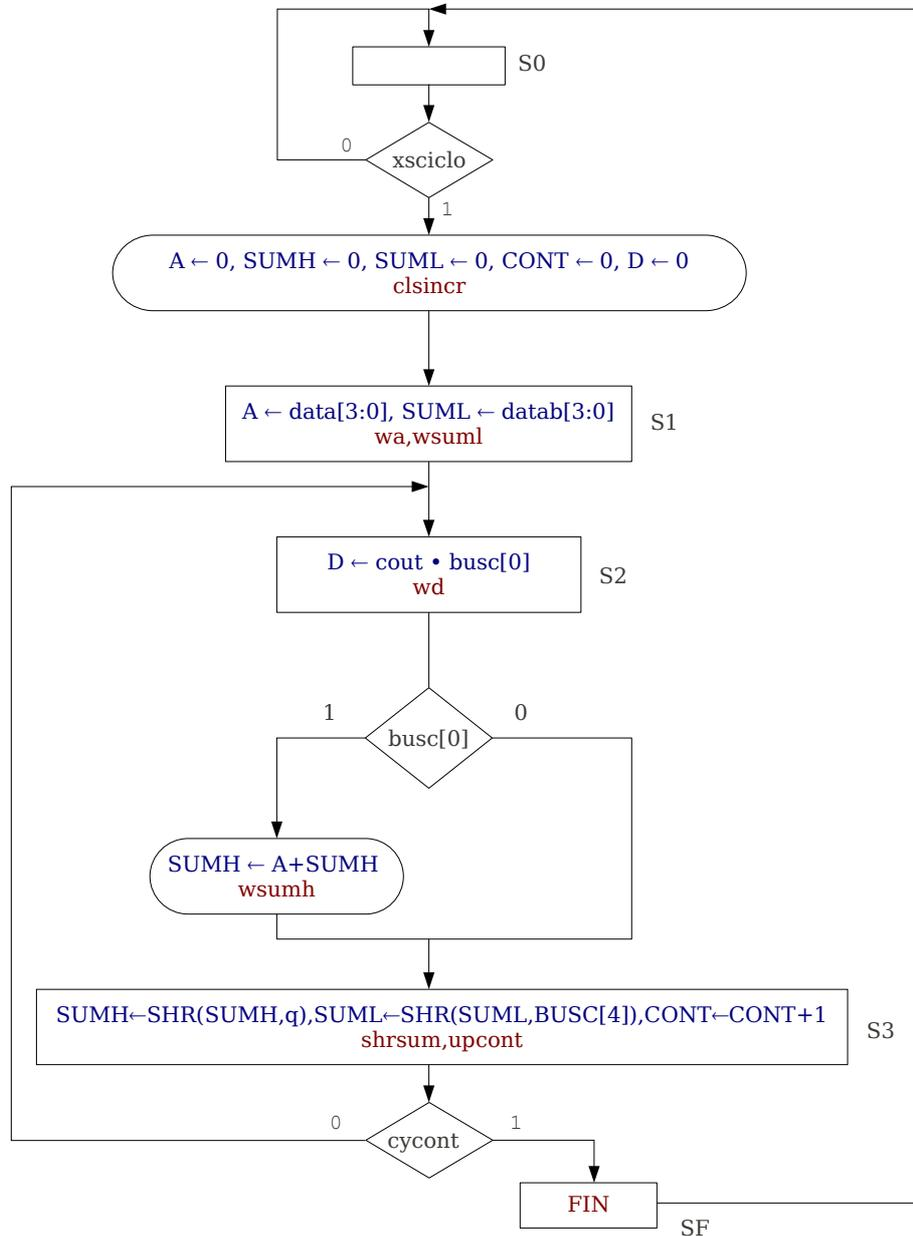

Figura 5. Carta ASM de datos y de control del multiplicador secuencial.
1. A partir de la carta ASM propuesta para el multiplicador secuencial (figura 5), realice la unidad de control en Verilog mediante una descripción canónica. Para ello utilice el código del fichero `u_control.v` (ver código 1 mostrado al final de esta sección). Este apartado es **absolutamente imprescindible** para realizar la práctica.
Una carta ASM que da respuesta al algoritmo y Unidad de Datos anteriores es la que se muestra en la figura 5. De ella se obtiene directamente la Unidad de Control, la cual deberá ser obtenida por el alumno usando una descripción canónica en Verilog.